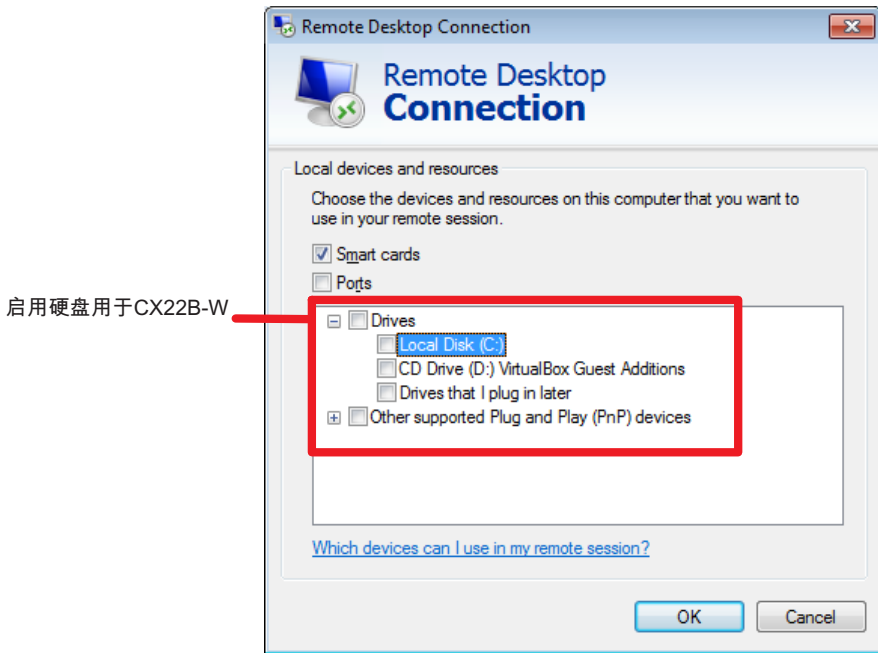

图6.7 启用更多资源的对话框
- ▶ 启用PC所需硬盘用于 CX22B-W (图6.7) 。